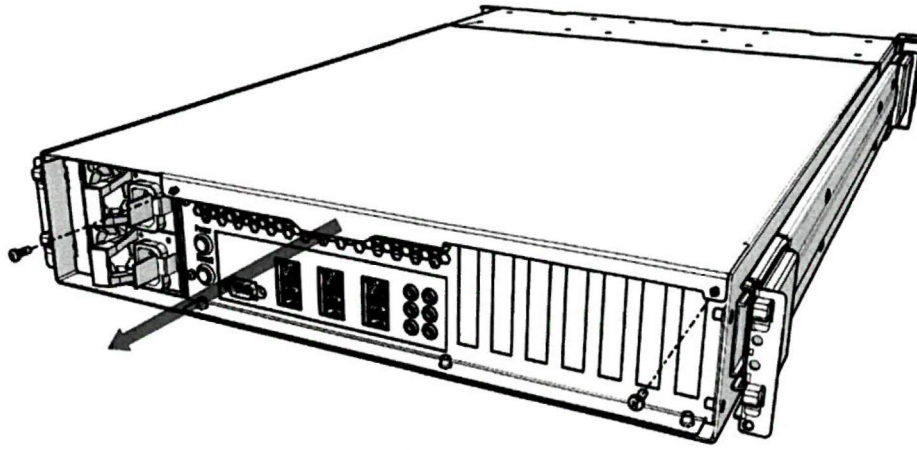

Рисунок 4 – Откручивание и снятие крышки
- открутить винты верхней крышки и снять крышку (рисунок 4);
- снять крышку контроллера, предварительно отвернув винты (рисунок 4);